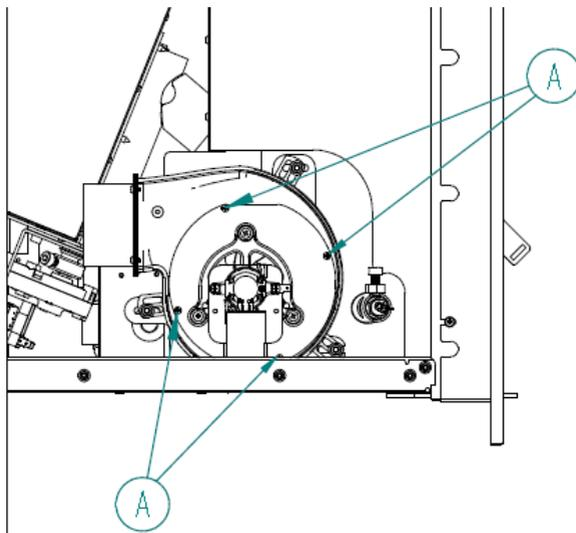

Figure 49 – Vis PH2 du couvercle de l'extracteur.
- Pour nettoyer l'extracteur, il est nécessaire de démonter le couvercle avec le moteur, retirer les vis comme représenté sur la figure 49, avec un tournevis Phillips (PH2). On peut utiliser une brosse et un aspirateur pour éliminer toutes les salissures sur les parois de l'extracteur et les pales du rotor. Attention à ne pas endommager le joint - CO120602000003 Joint pour extracteur VFC1-120.